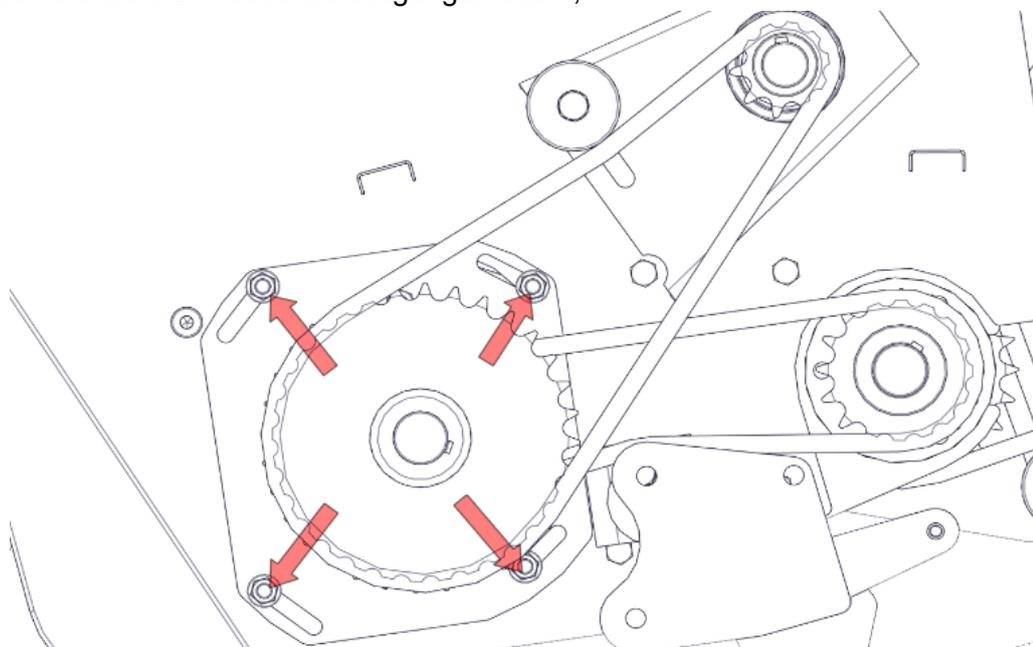

Abbildung 40. Einstellen der Pickup-Nocke
Um die Spannung des Ketten-Stabförderers einzustellen, lösen Sie die Kontermutter (3) und ziehen Sie dann die Mutter (2) an oder lösen Sie sie. Die Kontermutter (3) sollte nach Erreichen des gewünschten Drucks angezogen werden. Die Länge der Feder sollte 100 mm betragen, wie dies in Abbildung 40 dargestellt ist. Wiederholen Sie den Vorgang auf der anderen Seite analog, so dass die Länge der Feder auf der linken und rechten Seite gleich ist.